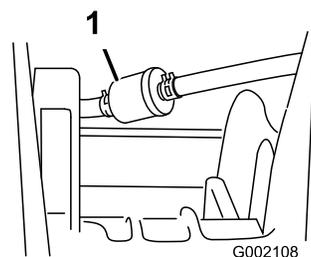

Figura 37
3. Retire las abrazaderas que sujetan el filtro de combustible a los tubos de combustible (Figura 37).